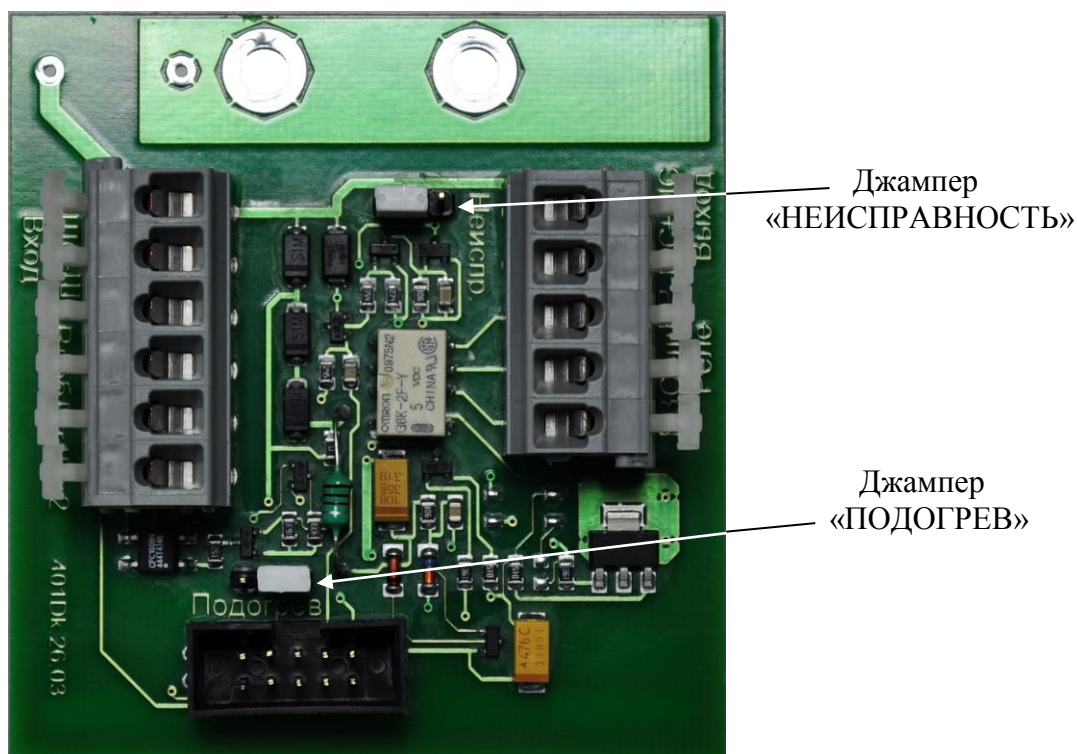
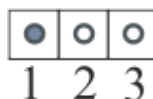

Рисунок 4 – Клеммная плата извещателя
Рисунок 5 – Установка джампера
На рис. 4 показаны клеммные контакты, расположенные внутри клеммного отделения извещателя. На рис. 5 указана схема клеммных контактов.
- 2-х проводная схема подключения – джампер «НЕИСПРАВНОСТЬ» установлен на контактах 1-2 (по умолчанию), рис. 5;
- 4-х проводная схема подключения – джампер «НЕИСПРАВНОСТЬ» установлен на контактах 2-3, рис.5.
- включено питание для режима «ПОДОГРЕВ» установлен на контактах 1-2, рис. 5.
- отключено питание для режима «ПОДОГРЕВ» установлен на контактах 2-3 (по умолчанию), рис. 5.